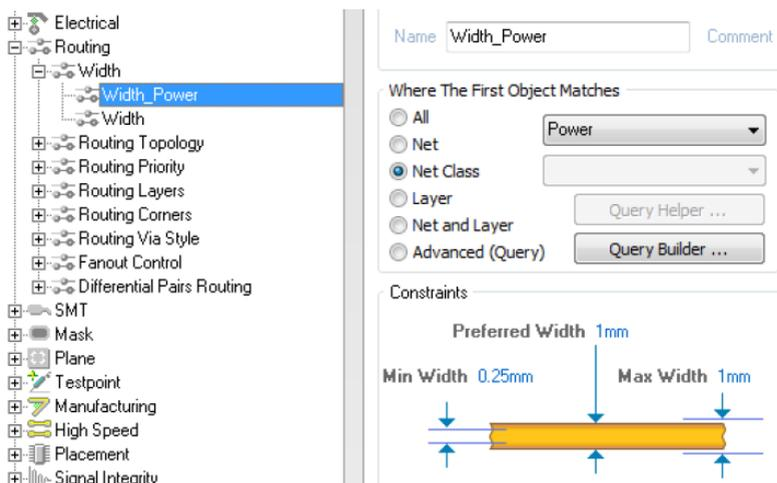

Рис. 36. Ширина проводника для класса Power
2. Задать параметры проводника для класса цепей, выбрав Design>>Rules. В открывшемся окне выбрать категорию Routing>>Width, нажать правую кнопку мыши, выбрать New Rule. Установить курсор на новое правило и задать его свойства, как показано на Рис. 36. Нажать Apply. Задать параметры остальных проводников, выбрав правило Width, см. Рис. 37. Нажать Apply.